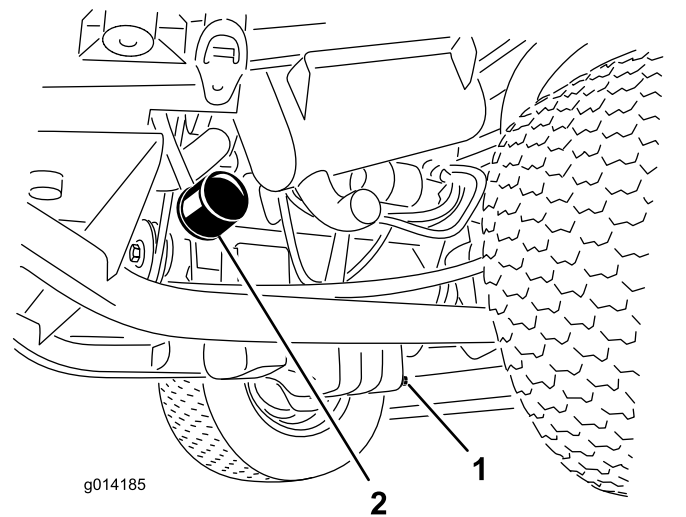

图 33
3. 拆下机油滤清器图 33。
1. 拆下排油塞图 33 让油流入放油盘。